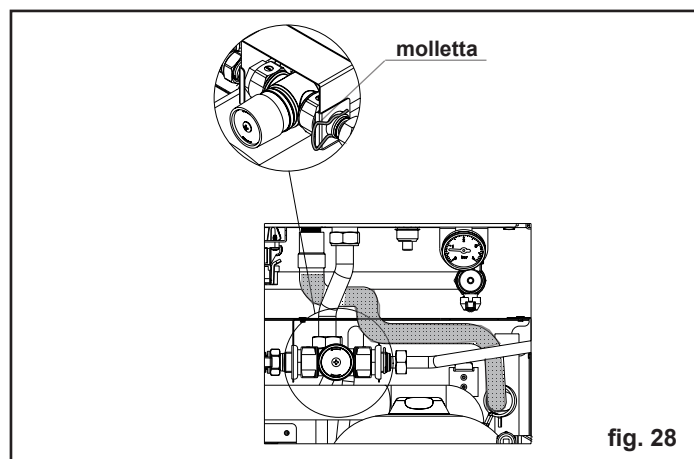

fig. 28
Rimuovere la molletta indicata in fig 28, quindi fissare la rampa dal raccordo uscita acqua sanitaria del bollitore alla valvola miscelatrice
- Collegare la valvola di sicurezza 3 bar della caldaia al tubo corrugato proveniente dal modulo e bloccare con le fascette stringi tubo (fig. 28)